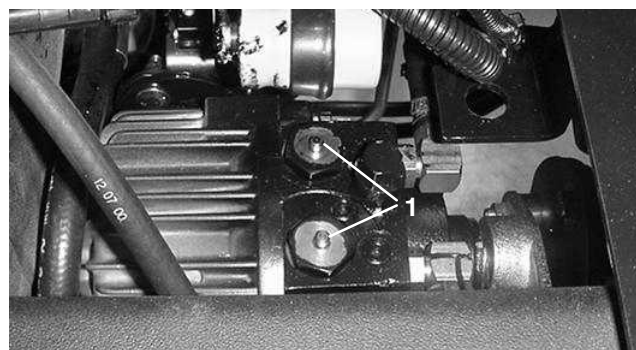

Figura 33
2. Pulse y mantenga pulsados los émbolos de los dos (2) conjuntos de válvula de desvío, situados encima de la transmisión (Fig. 33) mientras empuja o remolca la máquina. En la ilustración de la figura 33, el asiento y la placa de montaje del asiento han sido retirados.